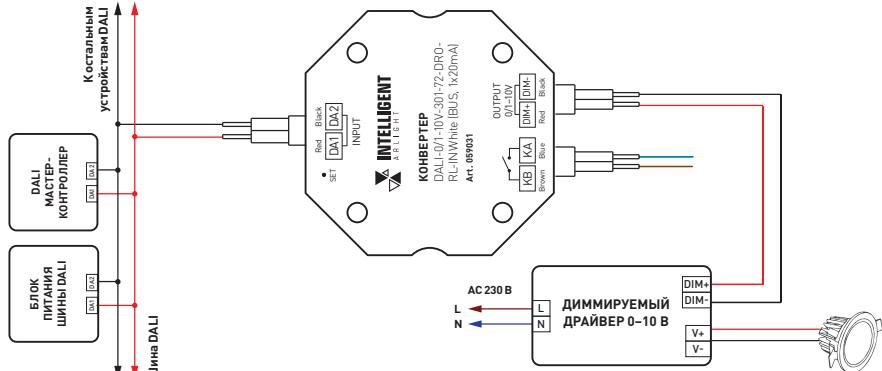
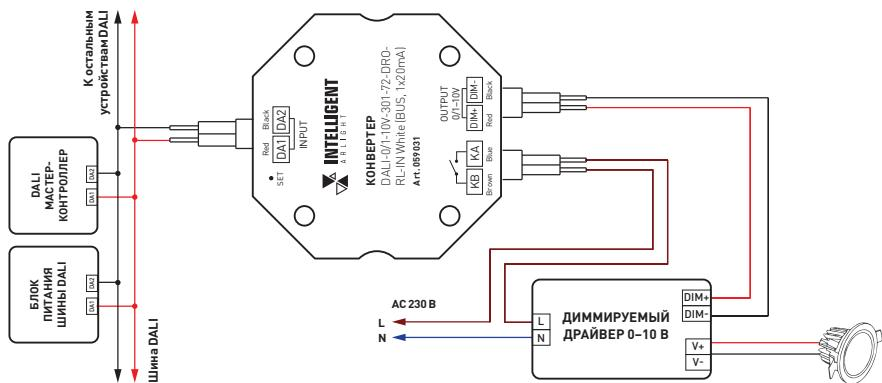

Рис. 2. Подключение конвертера в режиме 0-10 В
Рис. 3. Подключение конвертера в режиме 1-10 В
- 3.2. Подключите конвертер в соответствии со схемами на рис. 2 и рис. 3.